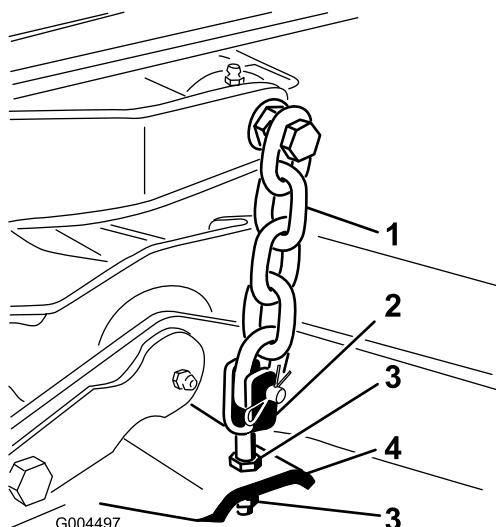

Figure 99
7. Ajustez les écrous de blocage qui fixent les chapes/chaînes au tablier de coupe pour élever l'arrière du tablier de coupe de sorte à obtenir une inclinaison de la lame de 8 mm (5/16 po) (Figure 99).